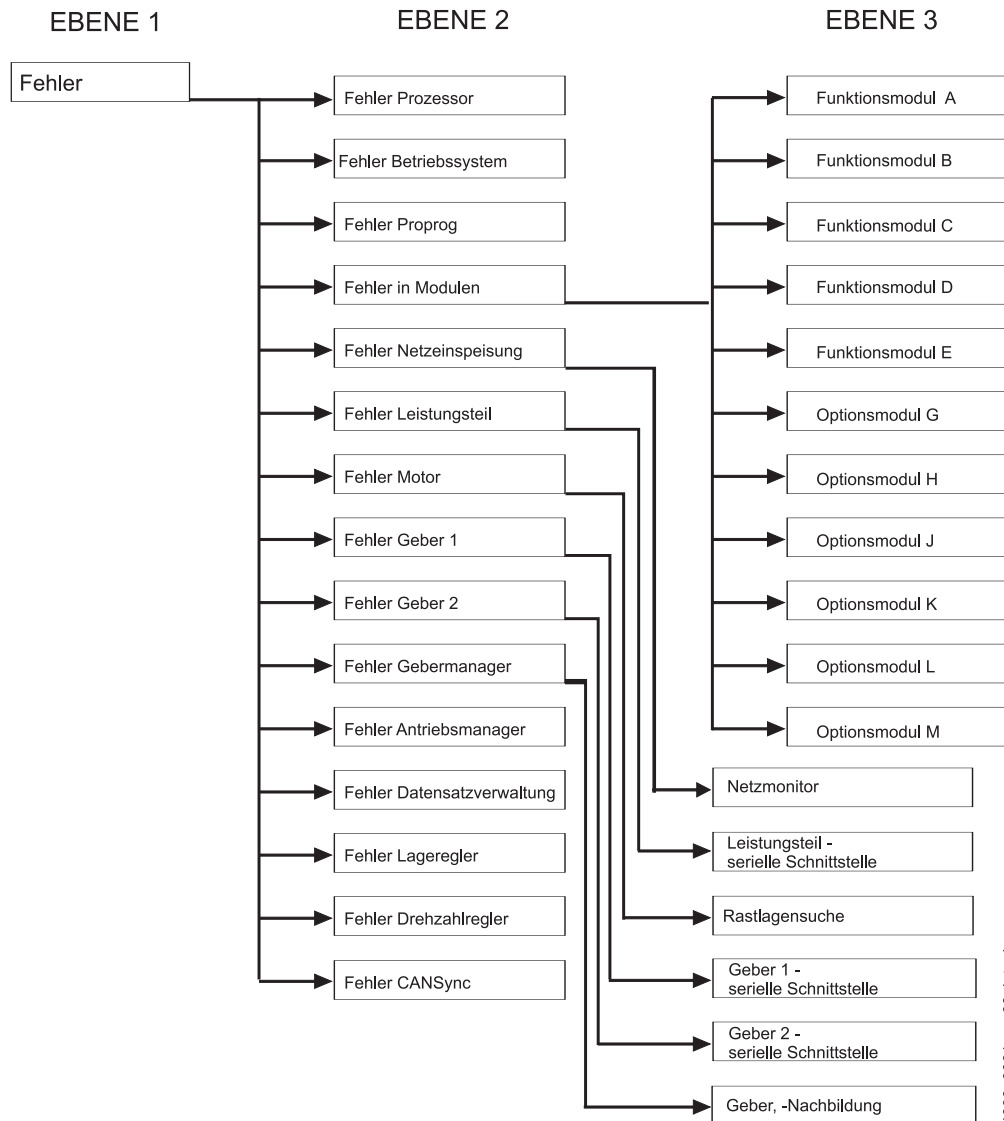

Abbildung 22: Aufbau der Fehlerliste - Übersicht
- Ebene 2** Die Fehlermeldungen sind nach der Übersicht geordnet (►Abbildung 22◄ auf Seite 67).